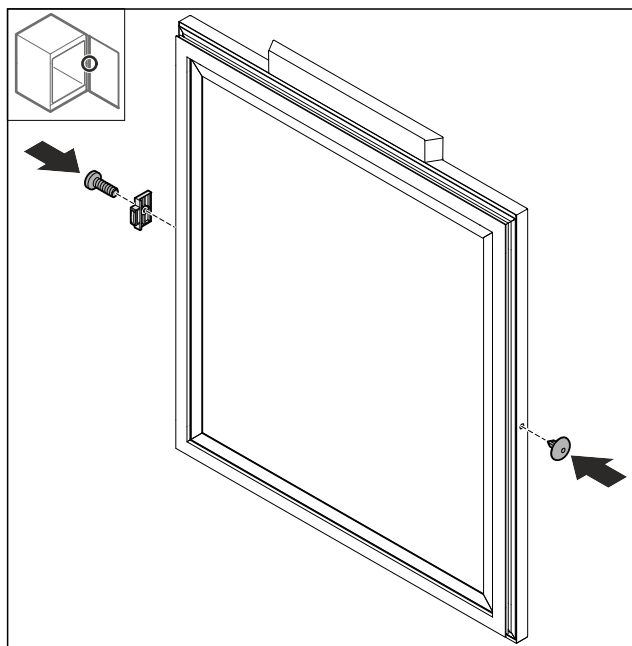

Fig. 74
- ▶ Az ajtóütközőt Fig. 74 (1) 180°-kal elfordítva szerelje fel az ellenkező oldalon.
- ▶ Helyezze be a fedelet Fig. 74 (2) az ellenkező oldalra.